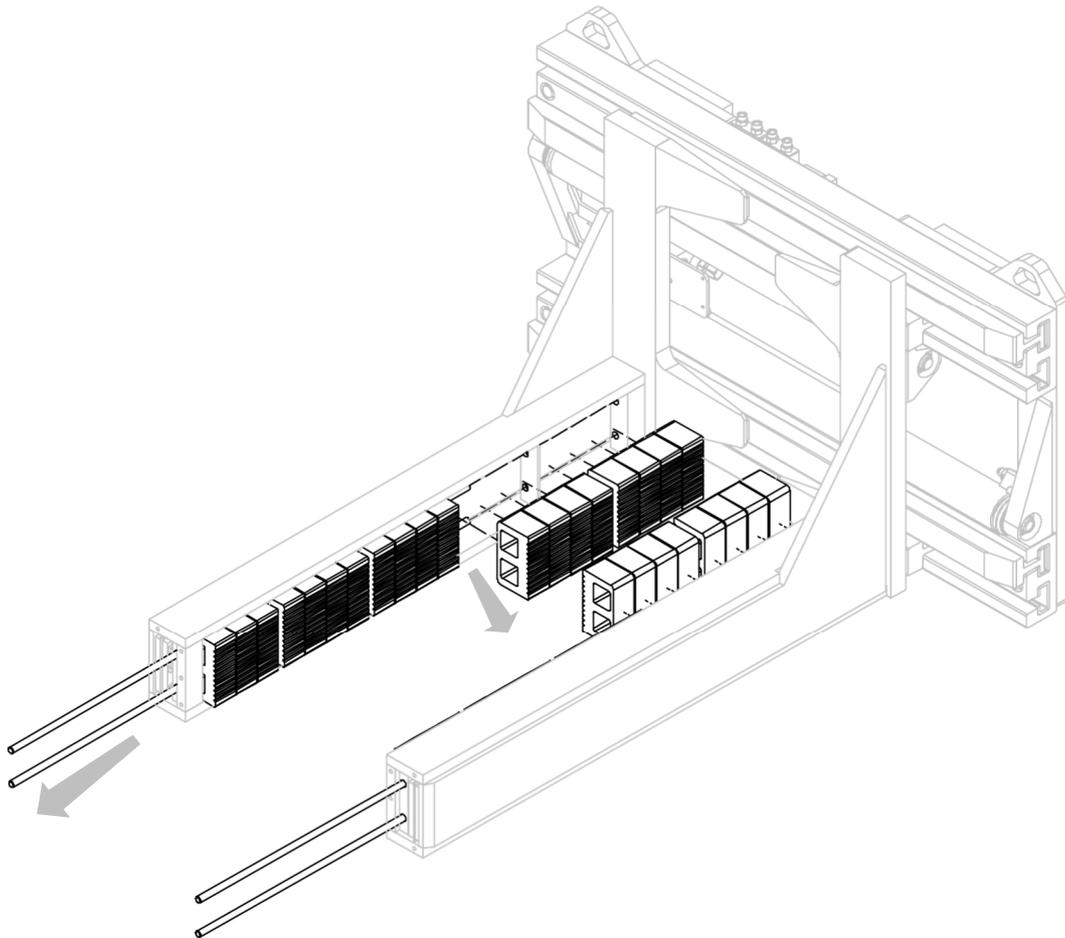

Figure 34
2. Extraire les pivots de fixation de leurs logements en prêtant et en retirant les chevilles en polyuréthane (voir Figure 34).